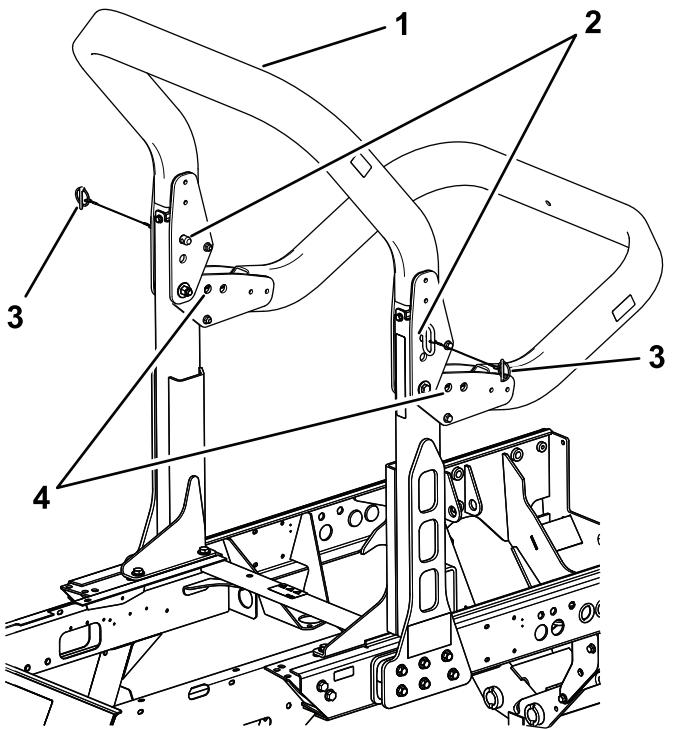

図 60
- ROPSの上部フレームを支えておいて、ピボットブラケットからスナップピンとクレビスを外す図 60。